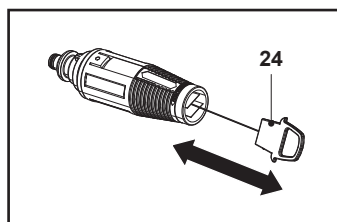

Fig. 14
2. Quite la suciedad de la boquilla con la aguja de limpieza (24) (Fig. 14).